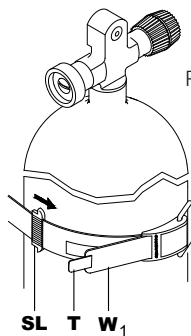
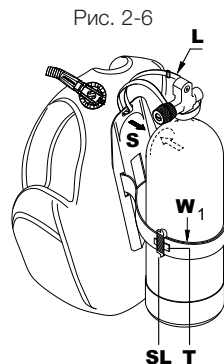

Рис. 2-5
Рис. 2-6
2. Если ПК располагает жесткой задней пластиной, поместите полость (S) задней пластины на плечо резервуара (рис. 2-6), а затем закрепите жгут (рис. 2-5 и 2-7) быстросъемного ремня (W1) вокруг резервуара.
3. Закройте пряжку (C) (рис. 2 – 7). Если ремень слишком плотно затянут или ослаблен, откройте ремень крюка, петлю и пряжку, чтобы отрегулировать длину жгута (рис. 2-5) быстросъемного ремня (W1). Для дополнительной безопасности сдвиньте петлю (SL) (рис. 2-5) вокруг конца жгута (T). В КП с жесткой задней пластиной и резервуаром вы можете поднять всю установку с помощью ручки, встроенной в заднюю пластину.